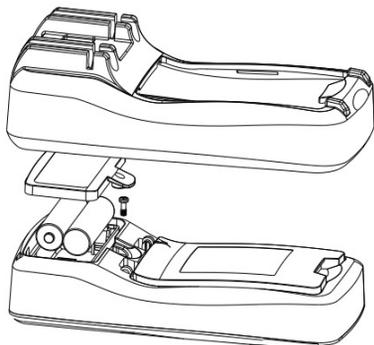

Рис. 6.1
Замените батарею или предохранитель (см. рис. 6.1, 6.2).
- + Если предохранитель перегорел из-за неправильного измерения напряжения или перегрузки по току, некоторые функции могут работать не должным образом, и предохранитель следует немедленно заменить (рис. 6.1).